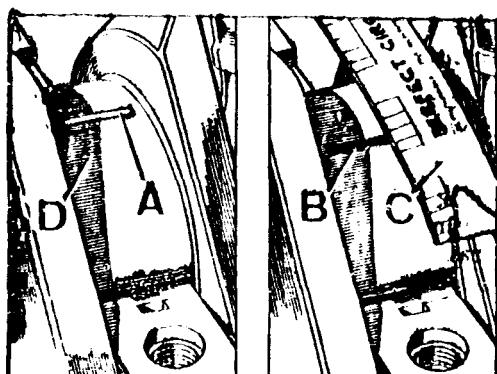

Fig. A3-100 Comprobación del juego entre los cojinetes y los muñones del cigüeñal
- 1.10. Una vez ajustado el juego longitudinal se verificará el juego entre los cojinetes y los muñones del cigüeñal. Colocar en cada muñón un trozo de plastigage, A (Fig. A3-100). Instalar todas las tapas, dándoles a los tornillos el apriete indicado. Desmontar nuevamente las tapas y medir el ancho, B, del plastigage con la escala impresa en la funda del citado producto. La medida obtenida deberá ser de 0,020 á 0,067 mm.